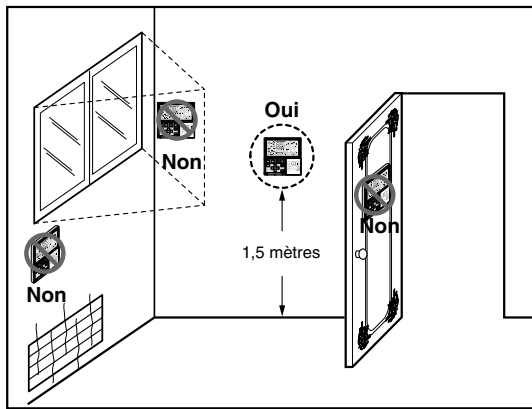

Fig.1 Emplacement approprié pour la télécommande
- Cette télécommande est équipée d'un afficheur DEL à sept segments. Pour une lecture aisée de l'afficheur, installez la télécommande en suivant les indications de la Fig. 1 ci-dessous. (La hauteur conseillée est entre 1,2 m et 1,5 m du sol.)